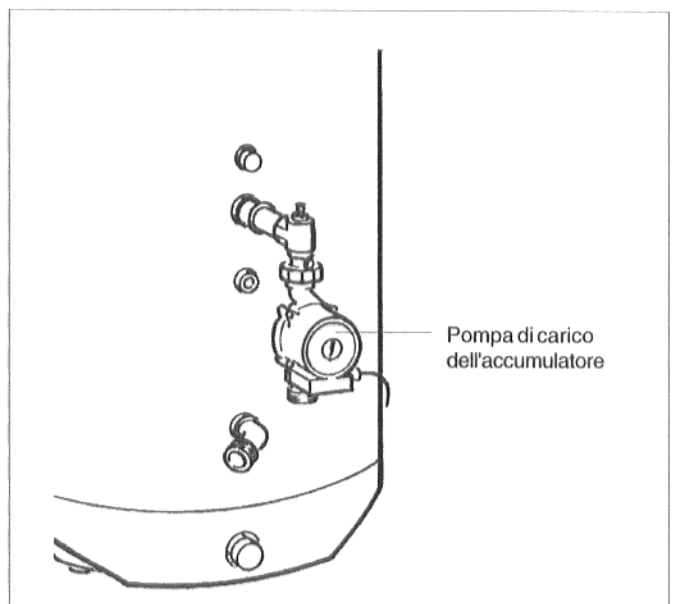

Fig. 5: mandata accumulatore con pompa di carico dell'accumulatore
- Applicare le guarnizioni ed avvitare la pompa di carico dell'accumulatore alla valvola di non ritorno con direzione del flusso verso l'alto (Fig. 5).